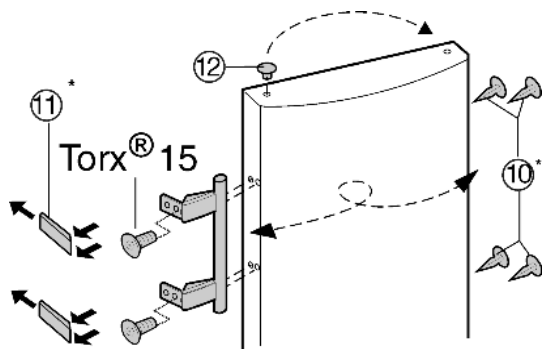

Fig. 8
- ▶ Scoateți dopul Fig. 8 (12) din bucșa suport a ușii și fixați-l pe latura opusă.
- ▶ Demontați mânerul ușii, dopul Fig. 8 (10) și plăcile de presare Fig. 8 (11) și așezați-le pe partea opusă.